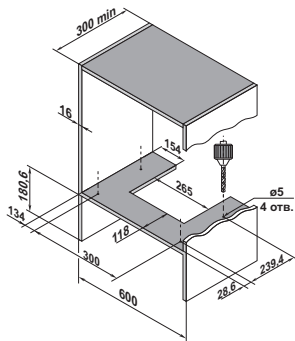

Рис. 1
1. Соберите шкаф и выполните отверстия в шкафу согласно эскизу (Рис. 1).